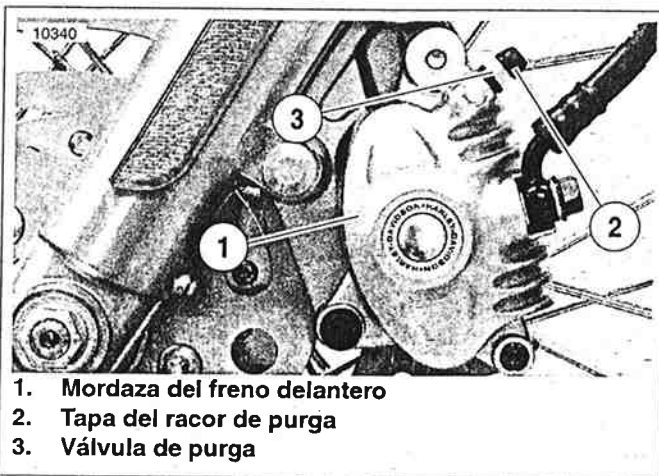

Figura 2-124. Válvula de purga de la mordaza delantera
1. Vea la Figura 2-124. Vea la Figura 2-125. Quite la tapa del racor de purga (2) de la válvula de purga (3) en la mordaza del freno delantero (1). Instale el extremo de un tubo de plástico transparente sobre la válvula de purga de la mordaza (3), mientras coloca el extremo libre en un recipiente apropiado. Abra la válvula de purga 1/2 vuelta. Bombee con la palanca manual del freno para drenar el líquido de frenos. Cierre la válvula de purga.